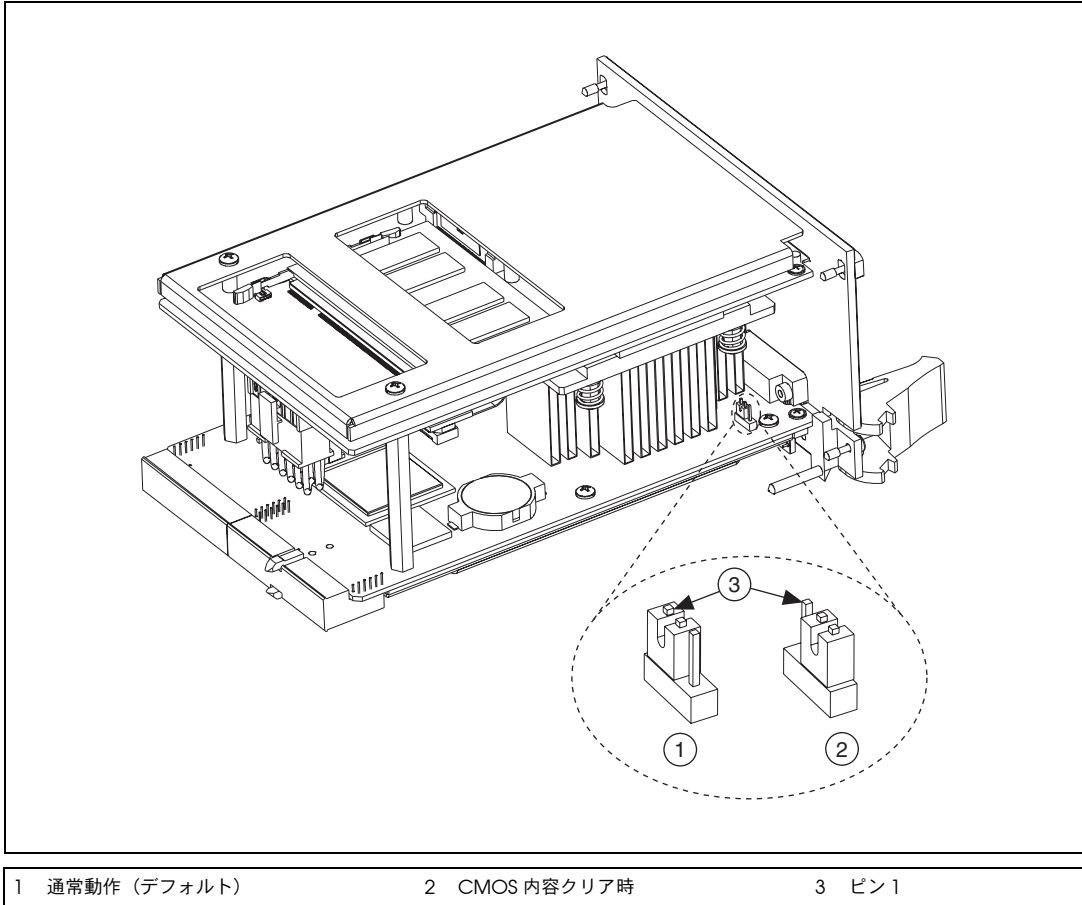

図 2-3 CMOS 内容をクリアする
3. 図 2-3 に示すように、W7 のジャンパをピン 1 ~ 2 からピン 2 ~ 3 に移動します。